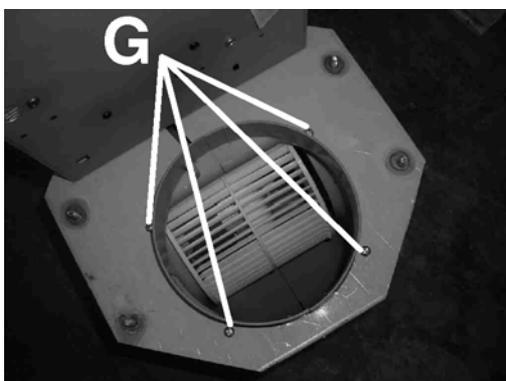

Fig. 12
9. Retire os 4 parafusos (G) que seguram o bloco do motor (fig. 12).